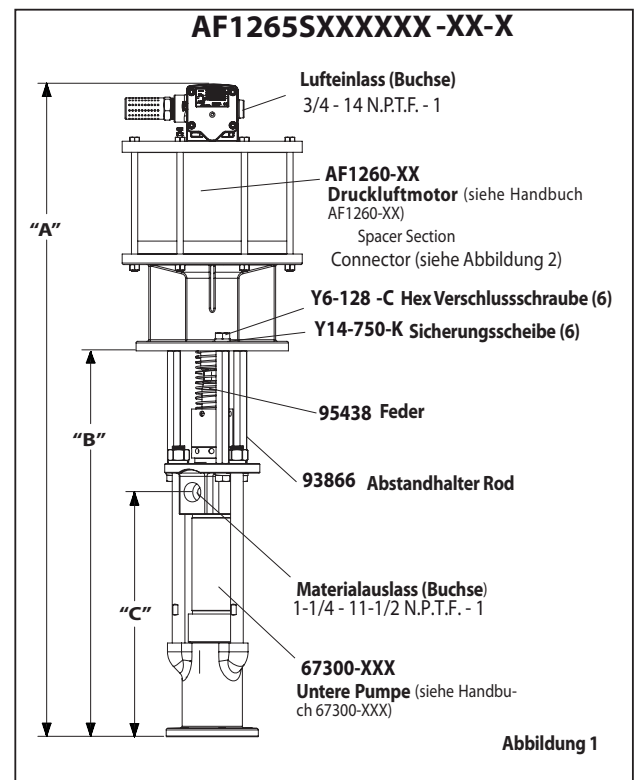

Abbildung 1
2. Entfernen Sie drei Zylinderschrauben (Y6-128-C) und (Y14-750-K)-Sperre Unterlegscheiben aus den drei Abstandshalter- Stäbe (siehe Abbildung 1).